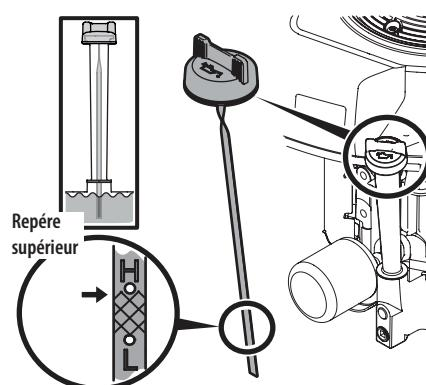

Figure 3-2
4. Si le niveau d'huile est bas, ajoutez lentement de l'huile jusqu'au repère supérieur sur la jauge. Voir l'encadré de la Fig. 3-2.